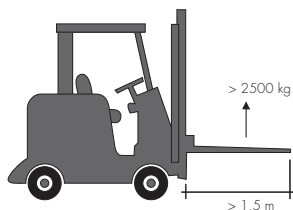

Abb. 1.
- Setzen Sie einen geeigneten Gabelstapler ein, mit einer Hebekapazität von mindestens 2500 kg und Gabeln mit einer Mindestlänge von 1,5 Meter. (Abb. 1.)